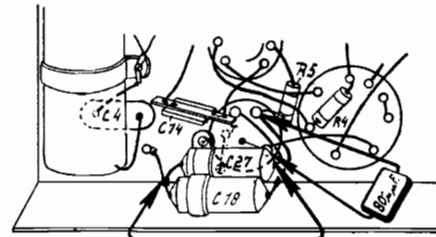

FIG.3
4. C27 kortsluiten (fig.3)
5. S9 verstemen met een condensator van 80 pF (fig.3)